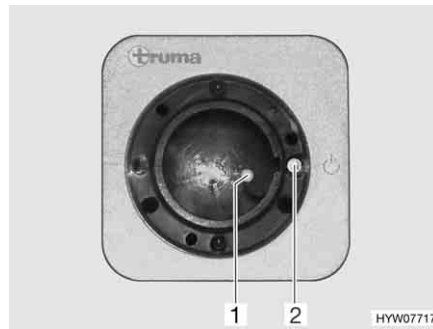
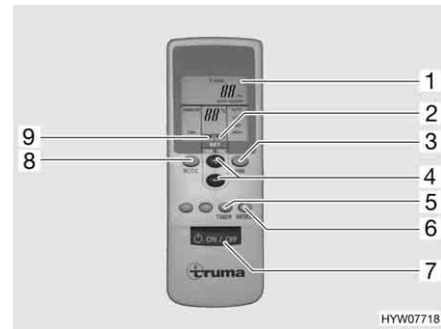

Bild 154 Empfänger
Bild 155 Fernbedienung
- Am Schalter (Bild 155,7) die Fernbedienung einschalten. Die grüne Kontroll-Leuchte (Bild 154,1) zeigt den Kühlbetrieb an.
- Die gewünschte Betriebsart mit der Taste (Bild 155,8) einstellen.
- Bei Bedarf mit den Tasten (Bild 155,3 und 4) die gewünschte Gebläseleistung und Raumtemperatur einstellen. Der Pfeil (Bild 155,9) zeigt den gewählten Einstellmodus an.
- ▷ Am Empfänger befindet sich ein zusätzlicher Tastschalter (Bild 154,2), mit dem die Klimaanlage auch ohne Fernbedienung aus- oder eingeschaltet werden kann. Wenn die Klimaanlage über diesen Tastschalter eingeschaltet wird, dann wird automatisch die zuletzt auf der Fernbedienung eingestellte Betriebsart gewählt.
- Zum Ausschalten die Taste (Bild 155,7) auf der Fernbedienung erneut drücken.
- Zum Programmieren die Klimaanlage mit der Taste (Bild 155,7) auf der Fernbedienung einschalten.
- Mit den Tasten (Bild 155,8, 3 und 4) die gewünschte Betriebsart und Raumtemperatur einstellen.
- Mit der Taste (Bild 155,5) die gewünschte Funktion (Bild 155,1) auswählen:
- Mit den Tasten (Bild 155,4) die gewünschte Schaltzeit wählen (1 bis 15 Stunden). Der Pfeil (Bild 155,2) blinkt und zeigt den Einstellmodus an.
- ▷ Mit der Taste (Bild 155,6) werden die Einstellungen der Fernbedienung wiederholt an den Empfänger gesendet.